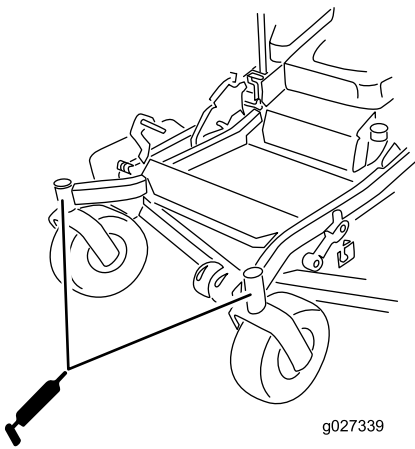

Figure 49
11. Remettez le bouchon hexagonal et le capuchon protecteur en place (Figure 49).
12. Graissez les roulements des roues pivotantes (Figure 49).